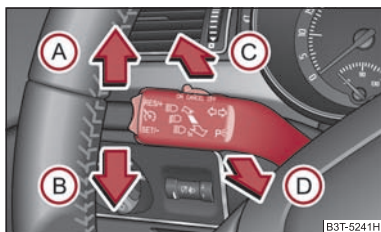

Abb. 52 Der Blinklicht- und Fernlichthebel
- Drücken Sie den Hebel nach oben (A) ⇒ Abb. 52 bzw. nach unten (B).